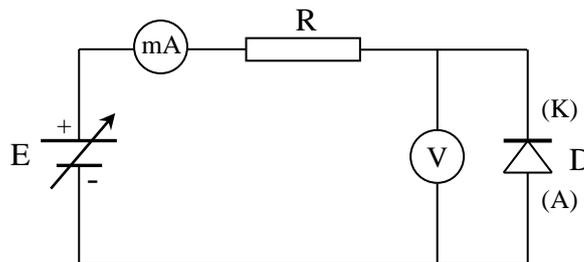

Fig. 10
- 1- Réaliser le montage de la (fig. 10).